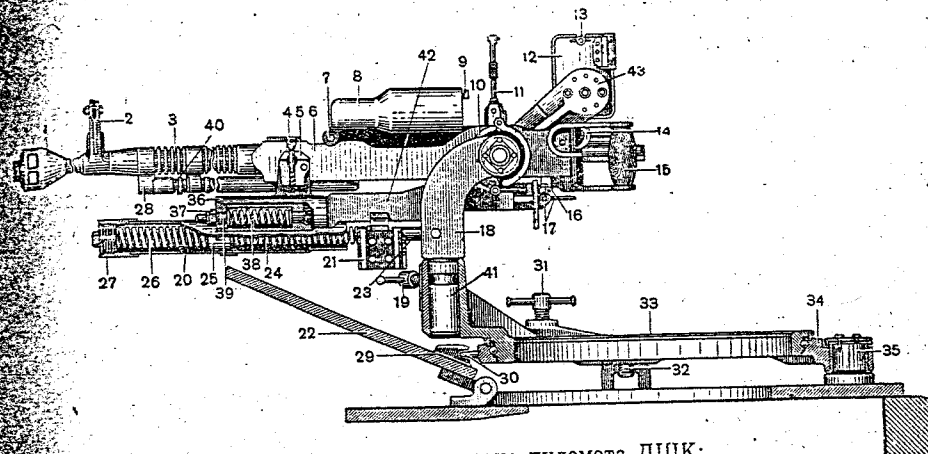

Рис. 68. Зенитная установка пулемета ДШК:
### Устройство турельной установки зенитного пулемета (рис. 68)
2. Отпустить стопор 32 основания установки (рис. 68), повернуть турельную установку доотказа справа, поставив ее над люком башни против сиденья заряжающего, и застопорить основание установки.
Чтобы прекратить стрельбу, достаточно отпустить спусковой крючок 14 (см. рис. 68) и поставить предохранитель в положение «Стоп».
4. Застопорить верхний погон установки стопором 31 (см. рис. 68).